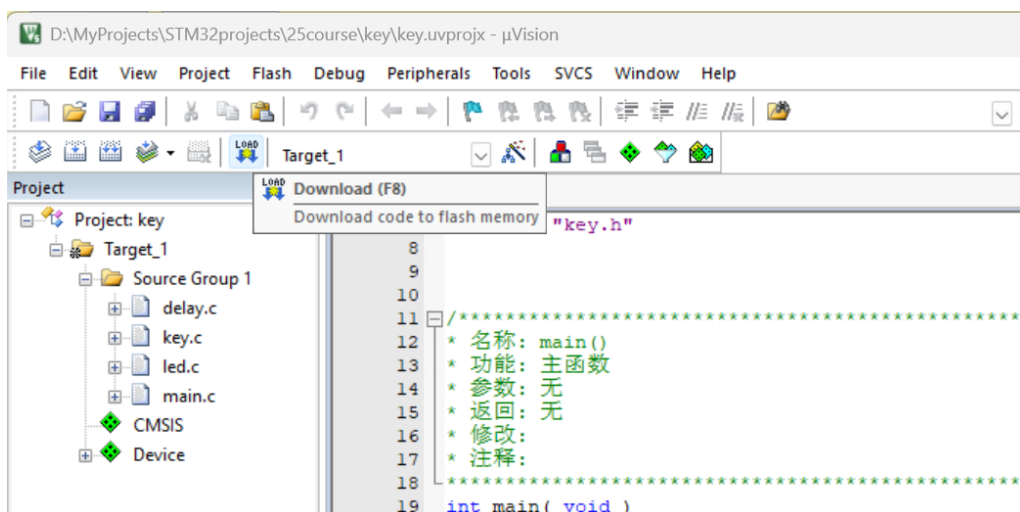

图 1-21 下载程序
- 3) 点击 **Download** 将程序下载到 STM32 开发板中，即可观察到开发板程序运行（如按照教程勾选“Reset and Run”）如图 1-21 所示。也可以将 STM32 开发板重新上电或者按下复位按钮让刚才下载的程序重新运行。